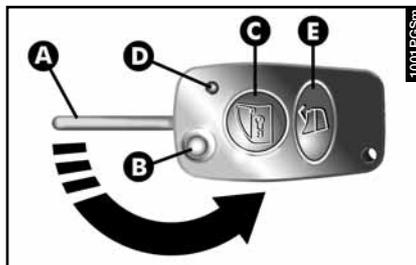

fig. 6
### **CLE AVEC EMETTEUR A FREQUENCE RADIO AVEC INSERT METALLIQUE A OUVERTURE SERVO-ASSISTEE ET REFERMABLE (fig. 6)**
*Lorsqu'on appuie sur le bouton (B), faire très attention pour éviter que la sortie de l'insert métallique ne puisse causer des lésions ou des dégâts. C'est pourquoi, le bouton (B) ne doit être enfoncé que lorsque que la clé se trouve loin du corps, en particulier des yeux, et d'objets détériorables (par ex., les vêtements).*
*Ne pas laisser la clé sans garde pour éviter que quelqu'un, surtout les enfants, ne puisse la manipuler et appuyer par inadvertance sur le bouton (B).*
Pour introduire l'insert métallique dans la poignée de la clé, garder enfoncé le bouton (B-fig. 6) et tourner l'insert dans le sens indiqué par la flèche jusqu'à sentir le dé clic du blocage. Une fois le blocage réalisé, lâcher le bouton (B).
Le coffre à bagages peut être ouvert à distance de l'extérieur en appuyant sur le bouton (E-fig. 6), même lorsque que l'alarme électronique (où elle est prévue) est branchée.